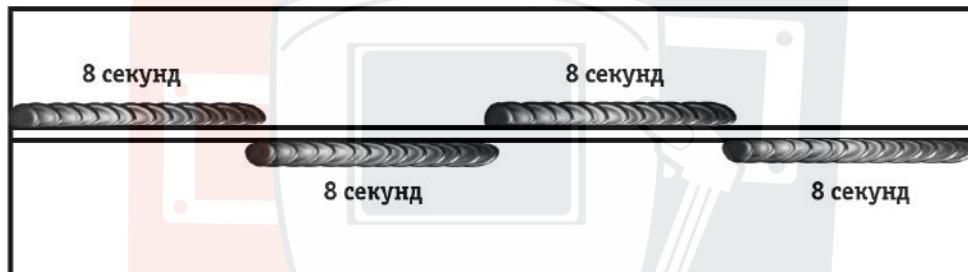

Рис. 9.15.1. Сварка коротких швов.
**Например:** необходимо произвести сварку таврового соединения в шахматном порядке с одинаковой длиной сварного шва (См. рис. 9.15.1).